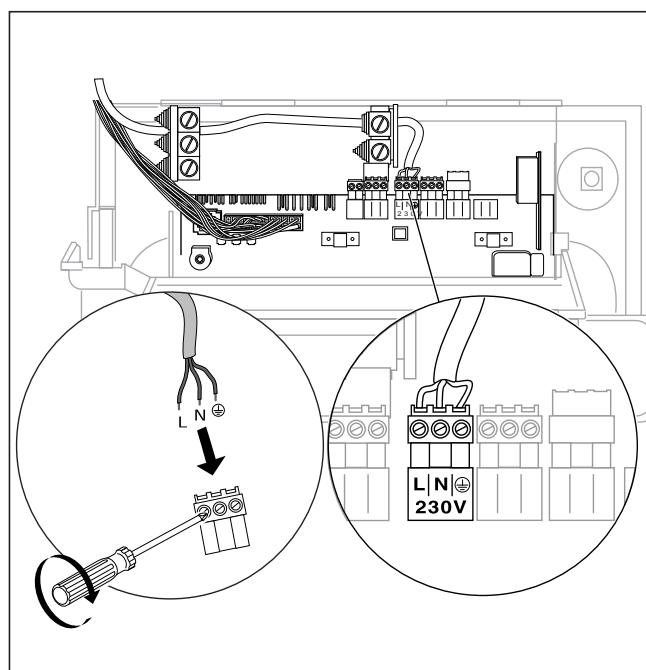

Fig. 4.4 Raccordement de la conduite d'alimentation du secteur
Les chaudières à gaz Vaillant sont équipées de connecteurs de raccordement du système Pro E pour une installation électrique plus facile, sont câblées et prêtées à être raccordées. La conduite d'alimentation du secteur et tous les autres câbles de raccordement (par ex. pompe de chauffage, mélangeur, etc.) peuvent être raccordés aux connecteurs prévus à cet effet du système Pro E (voir fig. 4.4 et 4.5). Les câbles secteur et basse tension (par ex. conduites d'alimentation des sondes) doivent être posés en étant séparés les uns des autres.
- Raccordez la conduite d'alimentation du secteur sur le connecteur Pro E (voir fig. 4.4 et 4.5).